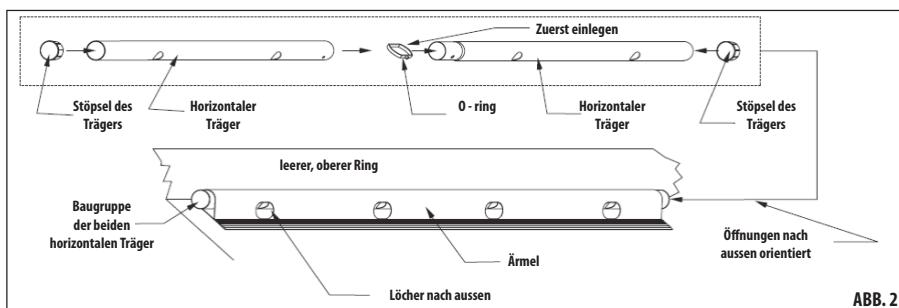

ABB. 2
- (ii) Nehmen Sie vier horizontale Träger. Verbinden Sie jeweils zwei Streben unter Verwendung des O-Rings und bestücken Sie die freien Enden mit den Verschlüssen (Stöpseln). Anschließend bringen Sie die Baugruppe in die an der Außenseite unter dem aufblasbaren Ring befindlichen Ärmel ein (siehe Abbildung 2).